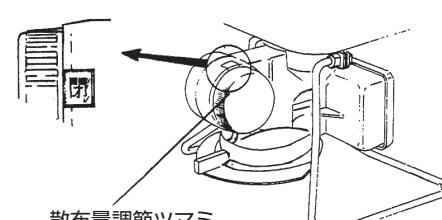

図4
- タンク上部をはずし、タンク内に肥料、農薬を入れて下さい。このとき、散布量調節ツマミは“閉”的位置にし、シャッターが完全にしまっているかを確かめて下さい。(図4)